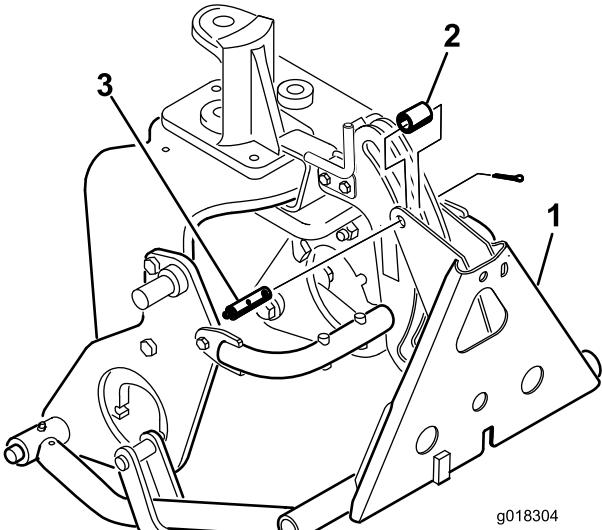

図 10
8. フレーム・アダプタをヒッチ・フレームに取り付ける (チューブ、クレビス・ピン、コッター・ピンを使用する) (図 10)。